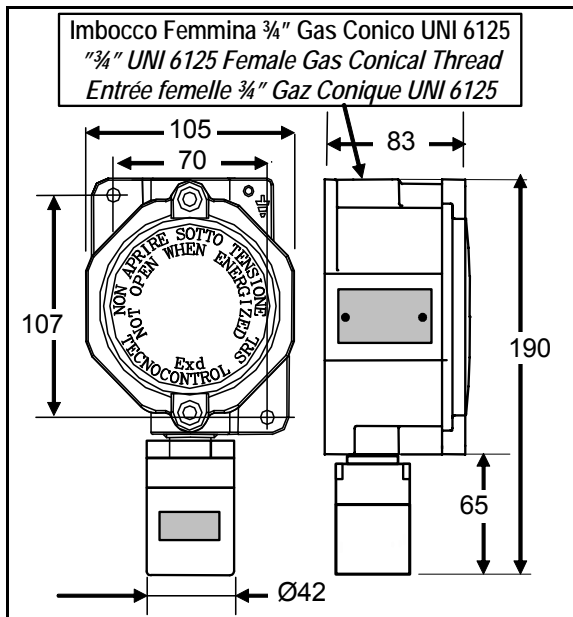

Fig. 1 - Dimensioni / Size / Dimensions
**Montage:** en Fig.1 sont indiquées les dimensions. Le détecteur doit être monté en position verticale avec le capteur tourné vers le bas.